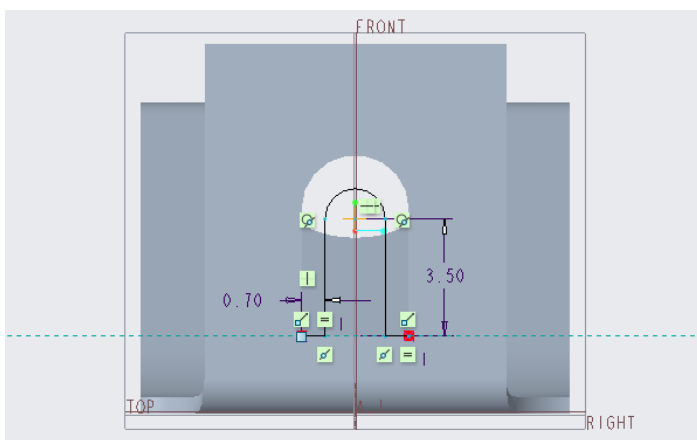

图 5-72 绘制形状剖面
(5) 绘制图 5-72 所示的形状剖面，单击 (确定) 按钮。